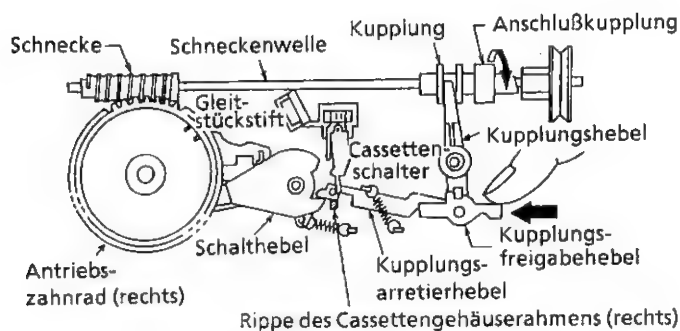

Abbildung 1-16.
1. Das Gleitstück durch Drehen der Anschlußkupplung in Pfeilrichtung (gegen den Uhrzeigersinn) verschieben, bis sich der Gleitstückstift an der Unterseite der Gleitstücknut (Abbildung 1-16) befindet (Lade-Betriebsart).
2. Wenn die Position wie in Abbildung 1-16 vorliegt, den Kupplungsfreigabehebel von Hand in Pfeilrichtung drücken, bis der Kupplungsarretierhebel durch die Rippe am rechten Cassettengehäuserahmen fest arretiert wird.